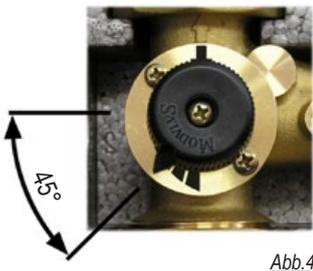

Abb.4
- Handrad auf 45° Stellung positionieren (siehe Abb.4).
- Mischer-Motor mit Anbausatz montieren (für die Montage des Mischer-Motors die Bedienungsanleitung des Herstellers folgen) Handrad ① so Positionieren wie Abb 5.
- Elektrische Anschluss ist durch eine Fachkraft zu erstellen (siehe Abb.4).